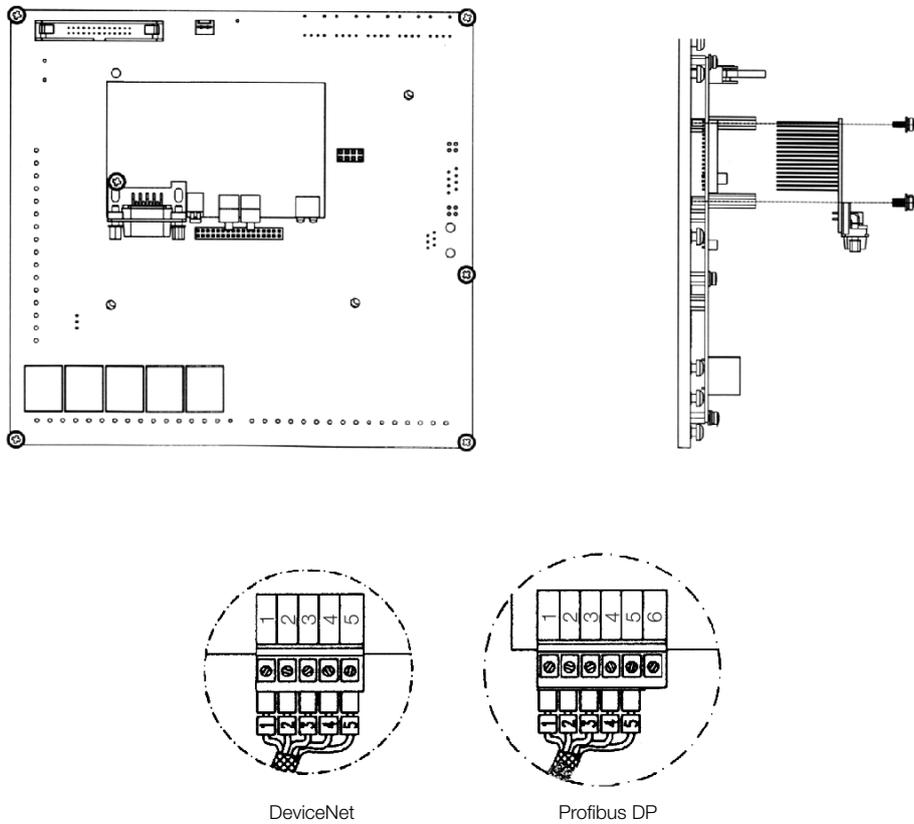

Figura 7.1 – Instalação do cartão eletrônico do Fieldbus
3. Encaixar cuidadosamente o conector barra de pinos do cartão eletrônico do Fieldbus no conector fêmea XC140 do cartão de controle MVC4. Verificar a exata coincidência de todos os pinos do conector XC140, conforme Figura 7.1 na página 7-3.